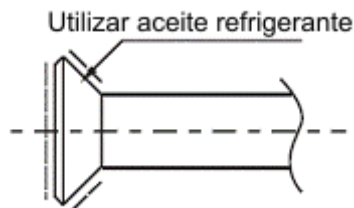

Fig. 5-8
- Unte con aceite las superficies del tubo abocardado y las tuercas de las juntas y gírelas 3 ó 4 vueltas con la mano antes de apretarlas con una llave. (Fig. 5-8)